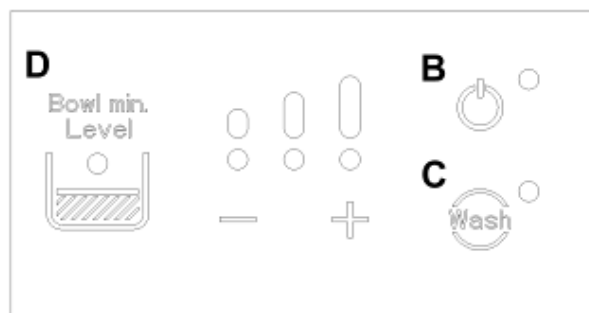

Fig. 35
- Selezionare la modalità di funzionamento desiderata sul pannello di controllo (Fig. 35).
- Per attivare l'impianto frigorifero in modalità raffreddamento premere il tasto di accensione B sul pannello di controllo (Fig. 35).
- Per modificare la consistenza della miscela, agire sui tasti + e - sul pannello di controllo (Fig. 35). Premendo il tasto + il numero dei LED accesi aumenterà, con conseguente incremento della consistenza. Al contrario, premendo il tasto - il numero dei LED accesi diminuirà, con conseguente riduzione della consistenza (Fig. 35).
- Per attivare la modalità lavaggio, premere il tasto WASH (tasto C in Fig. 35) dopo aver spento l'impianto frigorifero premendo il tasto di accensione B e accertandosi che il LED corrispondente sia spento.